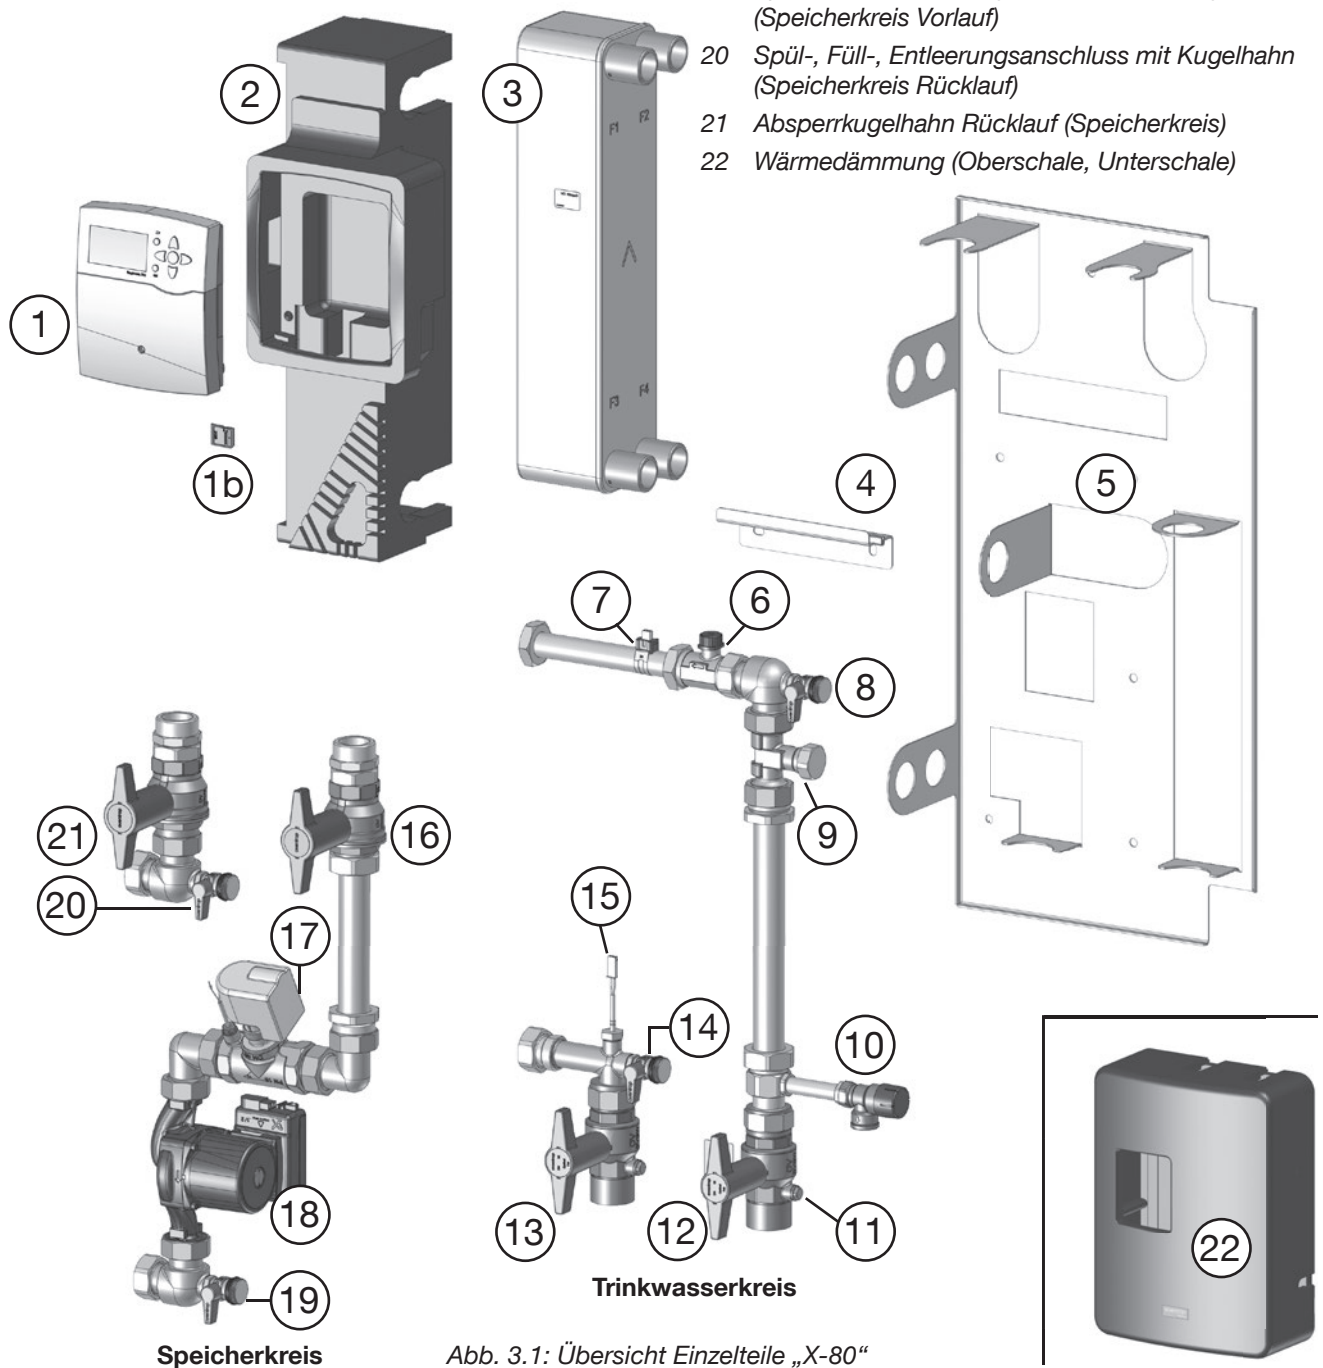
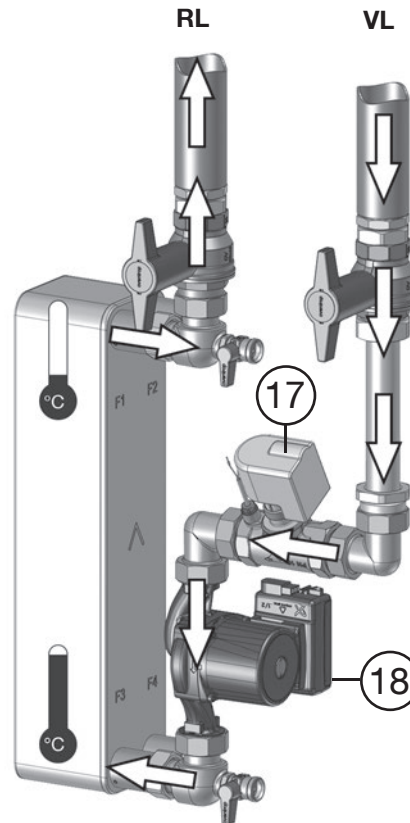
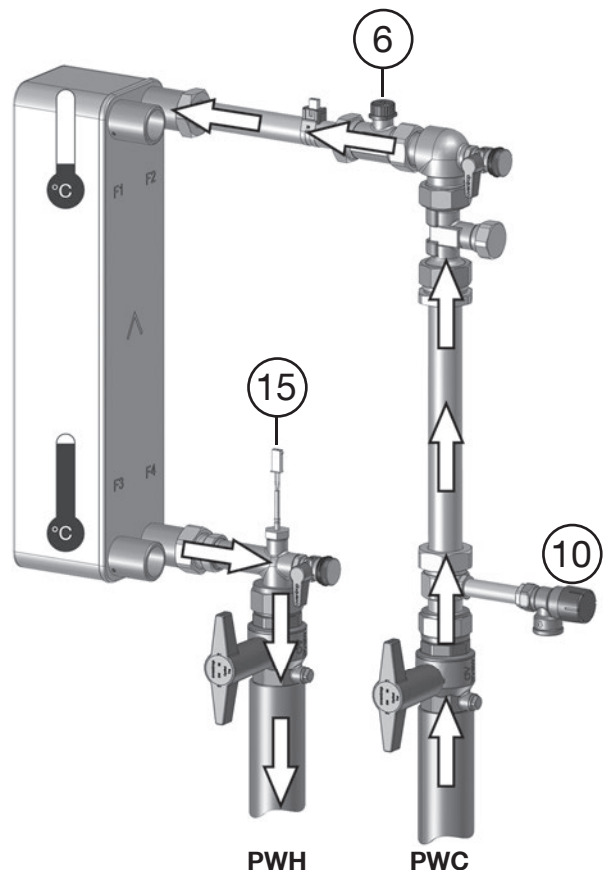

Abb. 3.1: Übersicht Einzelteile „X-80“
Abb. 3.2: Speicherseite mit Vorlauf (VL) vom und Rücklauf (RL) zum Pufferspeicher
Abb. 3.3: Trinkwasser-Seite mit Heißwasser-Bereitstellung (PWH) und Kaltwasseranschluss (PWC)
Bei einer vorgegebenen Trinkwasser-Temperatur von 60 °C und einer Speichertemperatur von 80 °C kann die Ausschüttung von warmem Trinkwasser zwischen 1 und 80 l/min betragen. Dessen Bereitstellung wird realisiert, indem der Regler (Abb. 3.1 auf Seite 9, Pos. 1) die Umwälzpumpe (Abb. 3.2, Pos. 18) auf eine (variable) Drehzahl regelt, um Heizwasser aus dem angeschlossenen Pufferspeicher bedarfsgerecht in den Wärmeübertrager einzuleiten. Auf Basis der von den Sensoren 6 und 15 (Abb. 3.3) erfassten Ist-Werte für den Volumenstrom und die Temperatur (des Trinkwassers) errechnet der Regler die zur Erreichung der gewünschten Trinkwassertemperatur notwendige Pumpendrehzahl und stellt ggf. das Drosselventil (s.u.).
Die Station ermöglicht eine bedarfsgerechte Wärmebereitstellung auch bei sehr niedrigem Trinkwasserverbrauch. Durch das in den Speicherkreis integrierte **Drosselventil** (Abb. 3.2, Pos. 17) wird die Mindestförderleistung der Umwälzpumpe (18) nochmals reduziert. Es schließt sich ab einer Zapfmenge von rund 20 l/min.